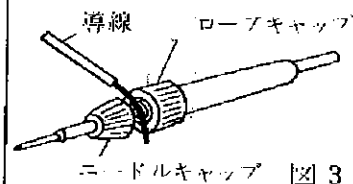

図3
- 3) 被測定物の一端が接地されている場合は、接地側をEARTH端子に接続し測定します。(接地されていない場合は、RINE、EARTH端子の接続は任意です。なおLINE端子に接続するリード線は大地や他の物体に触れないよう注意して下さい。)中央のスイッチを押しますと指針は、被測定物の絶縁抵抗を指示します。先ピンが使用出来ない場合は、図3のように導線をニードルキャップの間にはさんで、ニードルキャップで締めつけて下さい。又、連続測定する場合は、図4中央のスイッチ板を引き起こしますとONの状態でロックされます。測定後は必ず電源スイッチをOFFにして下さい。